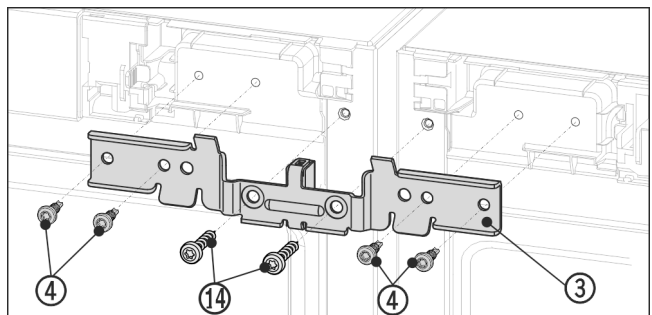

Fig. 13 Atvaizdo pavyzdys
- ▶ Įstumkite kampuotį Fig. 13 (3) su skečiamąja detale tarp prietaisų ir kakliukų. Prisukite kampuotį keturiais varžtais Fig. 13 (4) ir prieš tai išsuktais įžeminimo varžtais Fig. 13 (14) laisvai dešinėje ir kairėje pusėje.